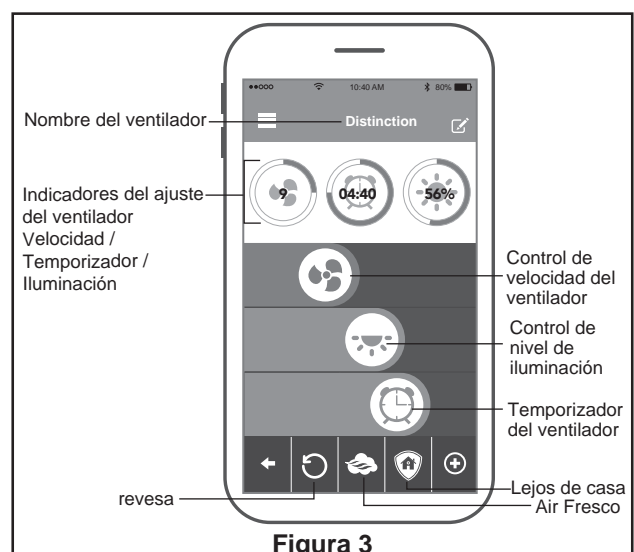

Figura 3
3. Las funciones del ventilador se muestran. (Figura 3)